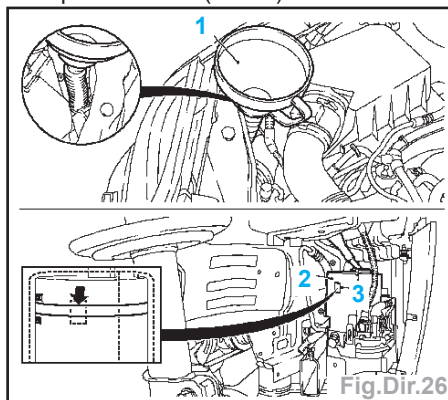

Fig.Dir.26
- Véhicules avec EHPS (Fig.Dir.26) :
- mettre en place un entonnoir propre (1) avec filtre et tube flexible,
- faire passer par le haut entre le phare et le boîtier de filtre à air jusque dans la tubulure de réservoir accumulateur (2),